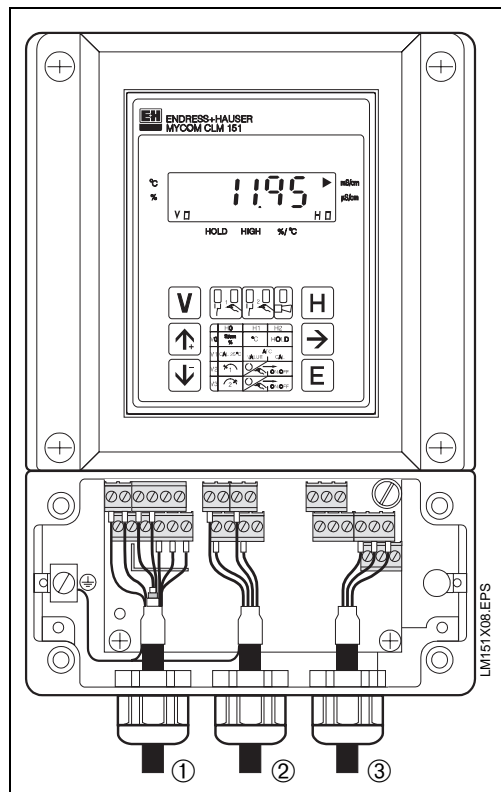

Bild 4.2: Mycom CLM 151
- bei Mycom CLM 151 im separaten Klemmenanschlußraum (Bild 4.2).
- Anschlußleitungen durch die Pg-Verschraubungen einführen (siehe Bild 4.2).